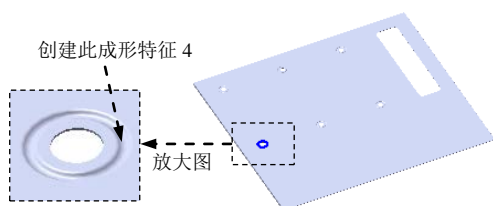

图 17.10.70 创建成形特征 4
Step16. 创建图 17.10.70 所示的成形特征 4, 详细操作过程参见 Step12。